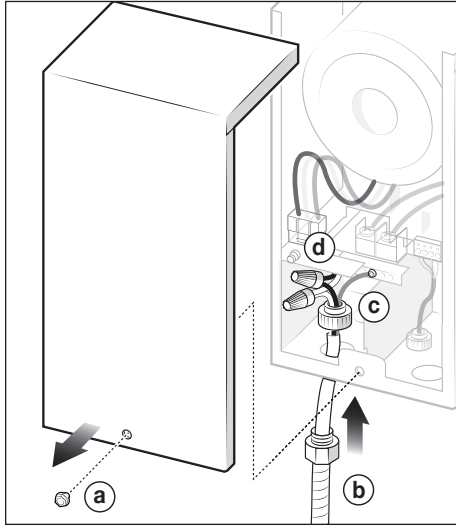

Figure 3. Connecter câbles haute tension
2. Enlever le couvercle. Le couvercle est maintenu en place par une vis, se reporter à la Figure 3 (a).
4. Visser un connecteur de conduit conforme au code local dans l'alvéole défonçable du contrôleur de lumières, voir la Figure 3 (b).
5. Alimenter 120 V c.a. par le conduit et le connecteur de conduit sur le contrôleur de lumières, voir Figure 3.
6. Connecter le fil de terre vert à la borne de terre du contrôleur de lumières, voir Figure 3 (c).
7. Utiliser des serre-fils pour connecter les fils de ligne (noir à noir) et les fils neutres (blanc à blanc), voir Figure 3 (d).